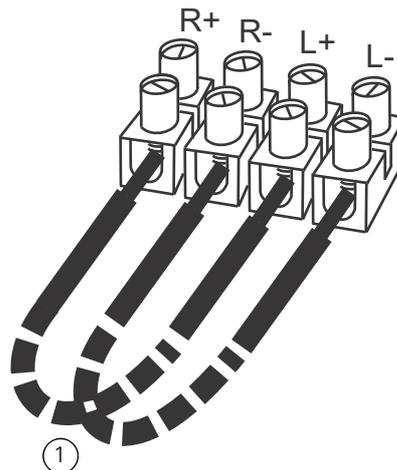

Fig. 14: Cablaggio loop di prova
Non eseguire ancora il cablaggio delle basi degli isolatori o di altri moduli né installare i rilevatori. Questo perché durante i controlli dell'isolamento ad alta tensione questi componenti subirebbero danni. Utilizzare connettori a striscia (vedere fig 14 a pagina 24) per eventuali collegamenti temporanei in modo da preservare la continuità.
- 3 Collegare le estremità dei cavi del loop a un blocco connettori con terminali a vite come illustrato nella fig. 14. Posizionare quest'ultimo nella custodia.
- 4 Rimuovere i collegamenti temporanei al blocco connettori come illustrato nella fig. 14.